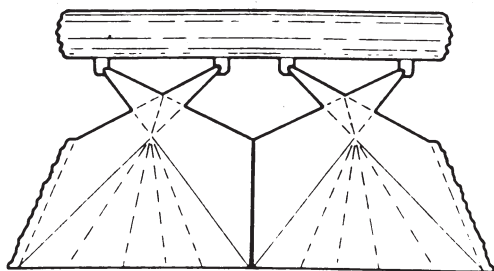

Figure 7 - Distribution de l'eau pulvérisée (type VXT)
3. Contrôler si les pulvérisateurs forment le jet indiqué en figure 7/8.